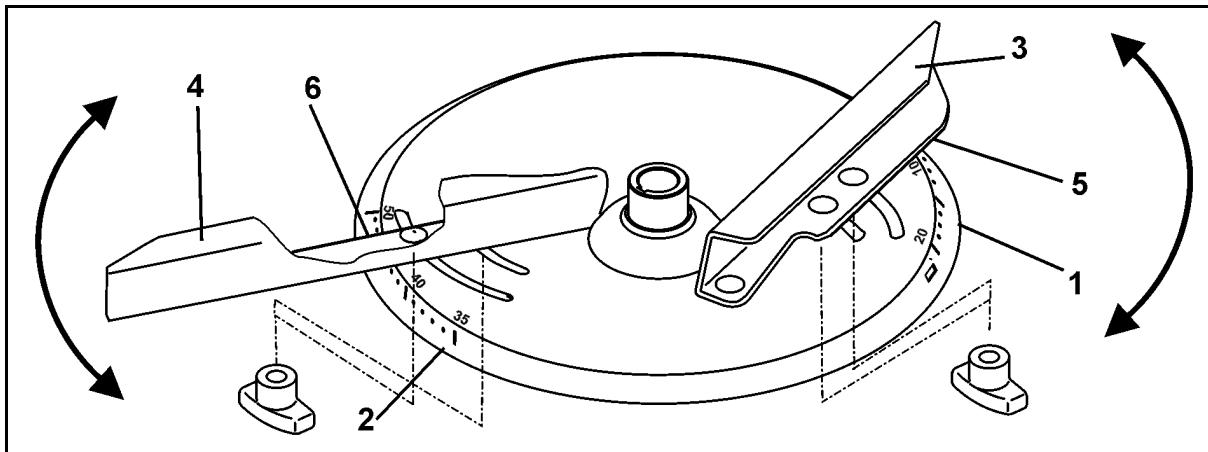

图 67
为了精确、免工具地设置各撒肥叶片的位置，每个撒播盘上配置两个不同的、不易混淆的刻度尺（图 67/1 和 图 67/2）。
- 短撒肥叶片（图 67/3）的刻度尺（图 67/1）数值从 5 到 28 而长撒肥叶片（图 67/4）的刻度尺（图 67/2）数值从 35 到 55。
- 短撒肥叶片（图 67/3）在读取边（图 67/5）旁读取设置值。
- 长撒肥叶片（图 67/4）在读取边（图 67/6）旁读取设置值。
- 撒肥叶片转到刻度尺（图 67/1 或 图 67/2）上较高数值，工作宽度变大。